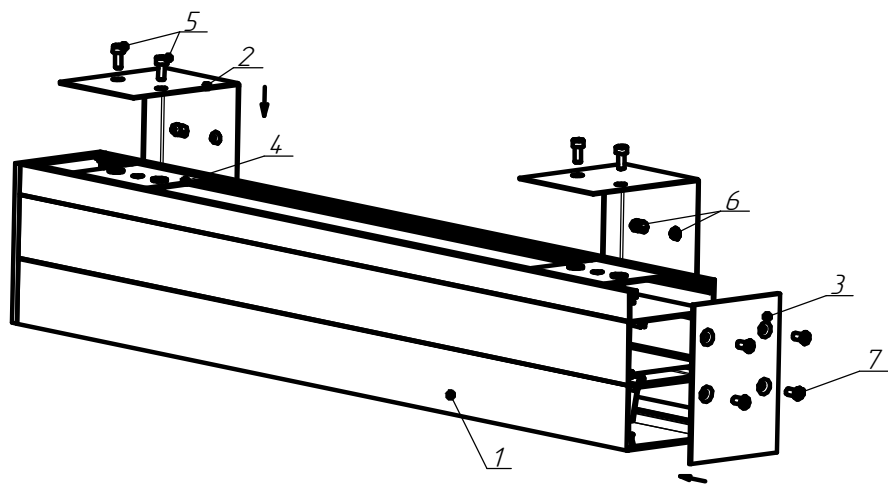

Рисунок 3 - Схема крепления светильника к стене.
5.4. **Установка светильника на стену (см. рисунок 3) :**
5.4.1. Кронштейн для настенного крепления ДПО02 поз.2 (рисунок 3) установить на стену при помощи саморезов. Затем при помощи винтов поз.5 (рисунок 3) присоединить светильник к кронштейнам.